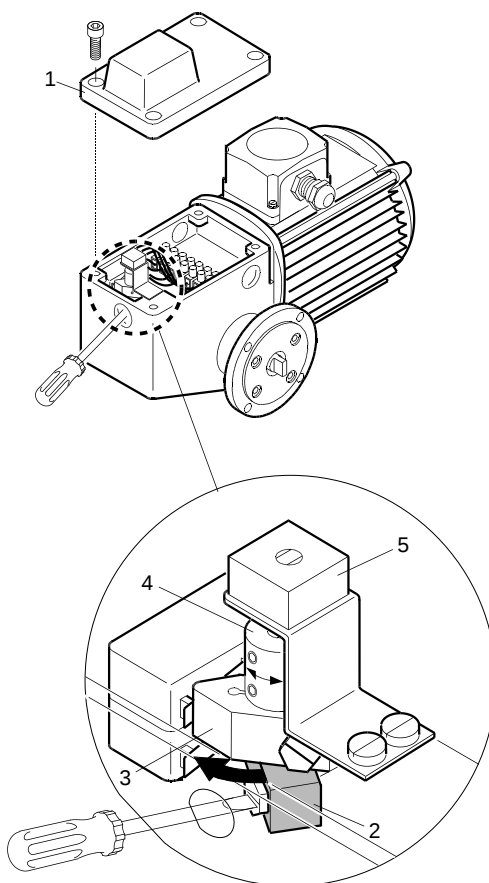

Bild 9: Läge för och detaljbild av inställningsnocken
**Vid utförande med potentiometer (5)****(Bild 9):**
- b) lossa kopplingens nedre skruv (4)
- c) vrid potentiometern (5) på kopplingen
- d) dra åt kopplingens nedre skruv (4)
- 4. Skruva fast den övre nocken (3)
- 6. **Lossa den nedre nocken (2)**